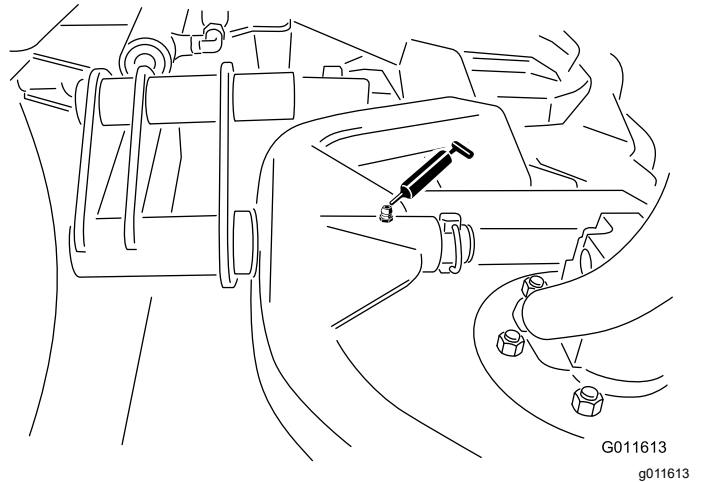

Figura 43
- Perno orientabile del telaio portante degli apparati di taglio (1 ciascuno) - Figura 43